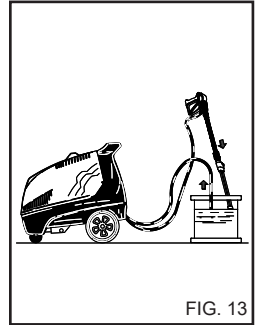

FIG. 13
**OPERACIONES PARA EL USO DE ANTICONGELANTE (fig. 13)**